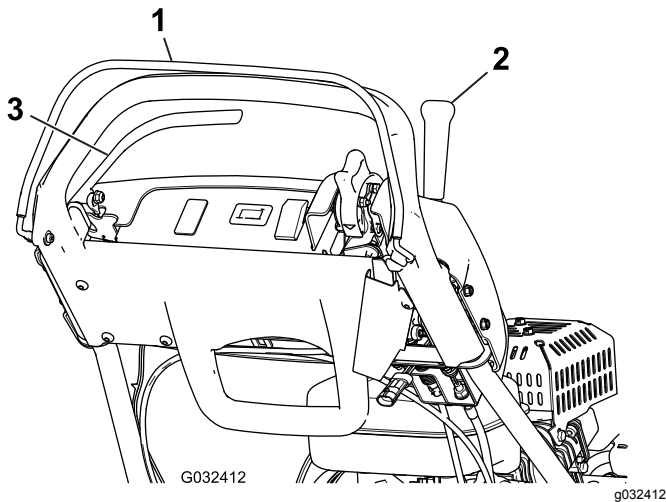

图31
3. 放开操作员到位控制装置后尝试接合牵引杆图31。牵引杆应该不能接合。如果牵引杆能够接合则需要对联锁系统进行维修。请在操作之前解决问题请参阅 维护牵引联锁开关 (页码 26)。
4. 压下操作员到位控制装置并接合牵引杆然后松开操作员到位控制装置图31。牵引杆应脱离。如果牵引杆不能分离则需要对联锁系统进行维修。请在操作之前解决问题请参阅 维护牵引联锁开关 (页码 26)。
5. 压下操作员到位控制装置并将换挡控制杆移至左侧接合牵引和滚刀驱动装置然后松开操作员到位控制装置图31。牵引杆应脱离。如果牵引杆不能分离则需要对联锁系统进行维修。请在操作机器之前纠正该问题请参阅 维护牵引联锁开关 (页码 26)或 调整滚刀控制装置 (页码 29)。
6. 压下操作员到位控制装置并将换挡控制杆移至左侧接合牵引和滚刀驱动装置将换挡控制杆移至右侧分离滚刀驱动装置图31。滚刀驱动装置应分离。如果滚刀驱动不能分离则需要对联锁系统进行维修。请在操作之前解决该问题请参阅 调整滚刀控制装置 (页码 29)。
2. 压下操作员到位控制装置接合牵引杆并使发动机控制装置处于启动位置图31。尝试启动发动机。发动机不应启动。如果发动机启动则需要对联锁开关进行维修。请在操作之前解决该问题。请参阅 维护牵引联锁开关 (页码 26)。
2. 分离牵引杆接合刹车并使发动机控制装置处于启动位置图31尝试启动发动机。发动机应启动。如果发动机没有启动则需要对联锁开关进行维修。请在操作机器之前纠正该问题请参阅 (页码)。
3. 发动机运行时接合脚踏刹车而非手刹压下操作员到位控制装置并接合牵引杆图31。发动机应慢慢减速但不应熄火。如果发动机快速关闭则需要对联锁开关进行维修。请在操作机器之前纠正该问题请参阅 (页码)。
4. 发动机运行时接合手刹锁定装置按下操作员到位控制装置并接合牵引杆图31。发动机应关闭。如果发动机没有关闭则需要对联锁开关进行维修。请在操作之前解决该问题请参阅 (页码)。